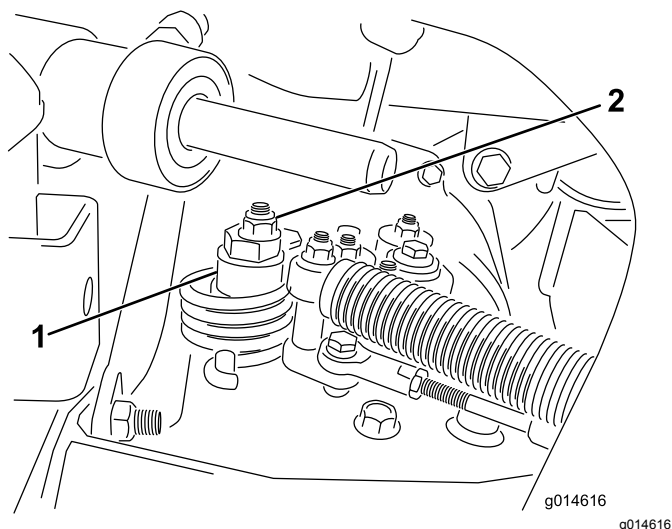

Рисунок 31
- A. Ослабьте контргайку крепления эксцентрика к верхней части гидростата (**Рисунок 31**).
- C. Поворачивайте эксцентрик до тех пор, пока не прекратится медленное вращение колеса в любом направлении. Когда колесо перестанет вращаться, затяните гайку, которая фиксирует эксцентрик и регулировку (**Рисунок 31**). Проверьте регулировку при положениях дроссельной заслонки МЕДЛЕННО и БЫСТРО.